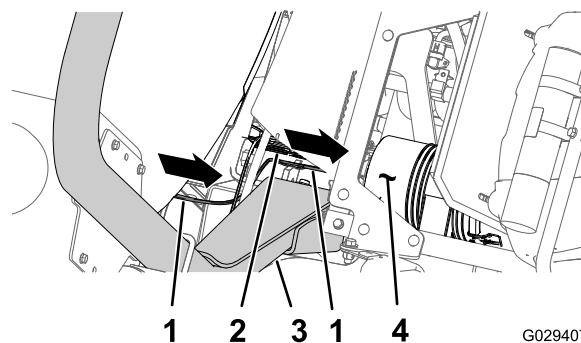

**Рисунок 9**
1. Найдите на жгуте проводов ответвление длиной 236 см, предназначенное для компрессора и имеющее 4-гнездовой разъем, и проложите это ответвление назад вдоль бака опрыскивателя, как показано на Рисунок 8 и Рисунок 9.